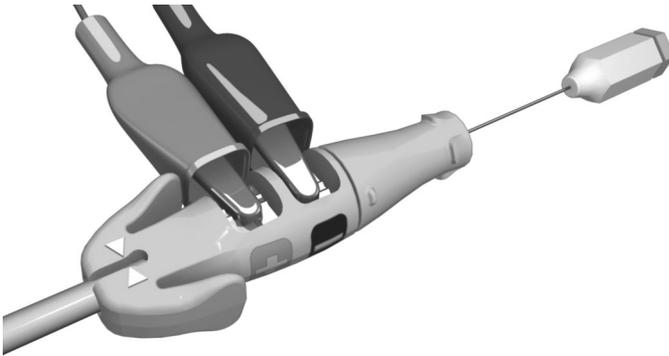

Figure 10. Pinces du PSA fixées sur l'outil de connexion
- Fixer les pinces crocodile du câble du PSA sur le contact à lame de la cathode (-) et sur le contact à lame de l'anode (+) de l'outil de connexion. L'utilisation de l'outil de connexion permet de protéger la broche terminale en évitant qu'elle soit endommagée par les pinces crocodile et d'éviter l'établissement d'un pont entre les contacts de la broche. Veiller à ce que les pinces crocodile soient entièrement accrochées sur les contacts à lame de la cathode et de l'anode afin d'éviter l'obtention de mesures initiales imprécises (Figure 10 Pinces du PSA fixées sur l'outil de connexion en page 28).